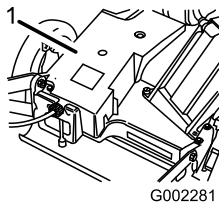

Figure 34
3. Enlevez les boulons qui fixent le carter de courroie (Figure 34) à la tondeuse.